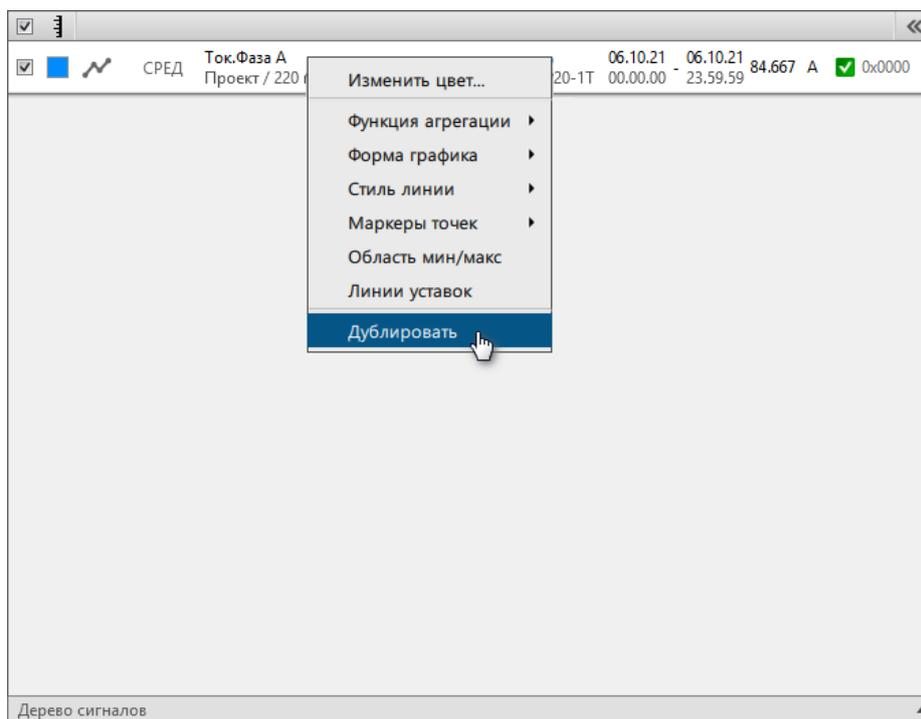

Рисунок 118 - Команда «Дублировать»
5. Нажмите *к м* по сигналу и выберите команду **Дублировать** (Рисунок 118).